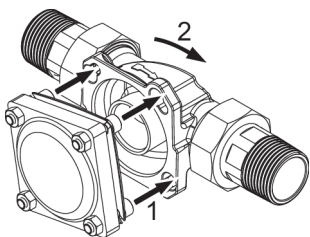

Abb. 3: Gerät ansetzen und einrasten
1. Die Köpfe der vier Flanschschrauben durch die Bajonettbohrungen am Einbaudrehflansch stecken (siehe Abbildung 3).
2. Das Gerät im Uhrzeigersinn bis zum Anschlag drehen (siehe Abbildung 3 und Abbildung 4).